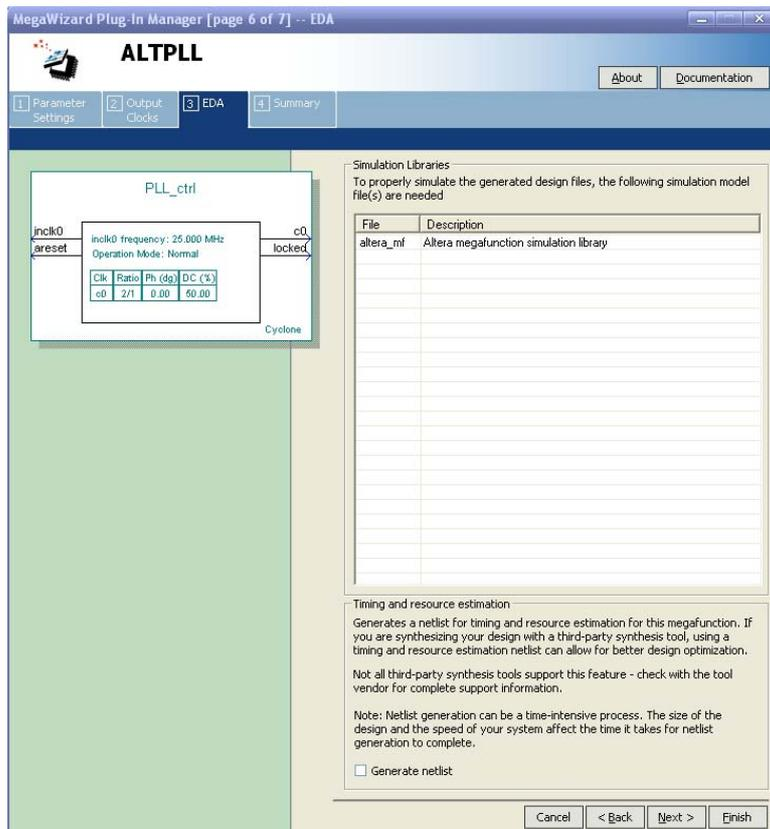

图 9 仿真库文件
⑨ 如图 9 所示，“EDA”中列出了用户在对例化了 PLL 模块的工程仿真时，需要添加的仿真库文件，用户可以到 Quartus II 安装文件夹下可以找到。点击“Next>”。